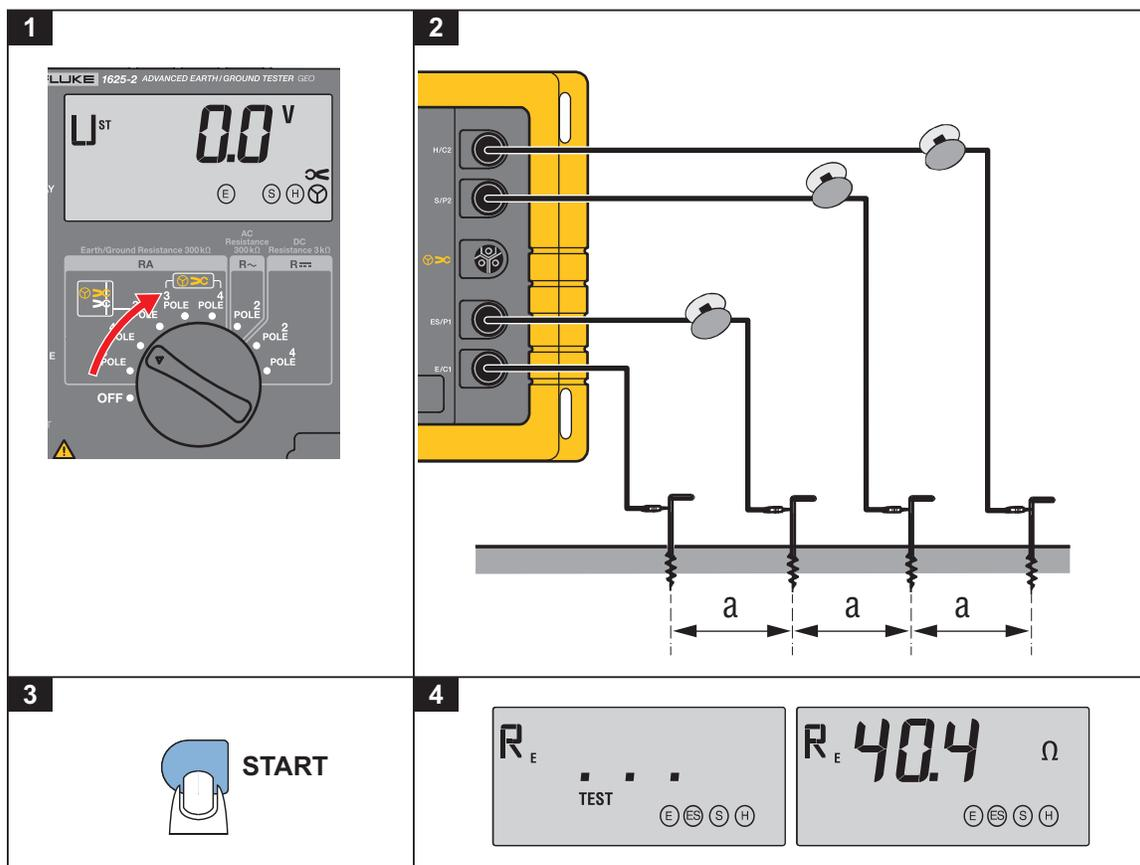

Figura 11. Misura della resistività del suolo
La resistività del suolo è la quantità geologica e fisica necessaria per il calcolo e la progettazione degli impianti di terra. La procedura di misurazione della Figura 11 utilizza il metodo sviluppato da Wenner (F. Wenner, A method of measuring earth resistivity; Bull. National Bureau of Standards, Bulletin 12 (4), Paper 258, S 478-496; 1915/16).